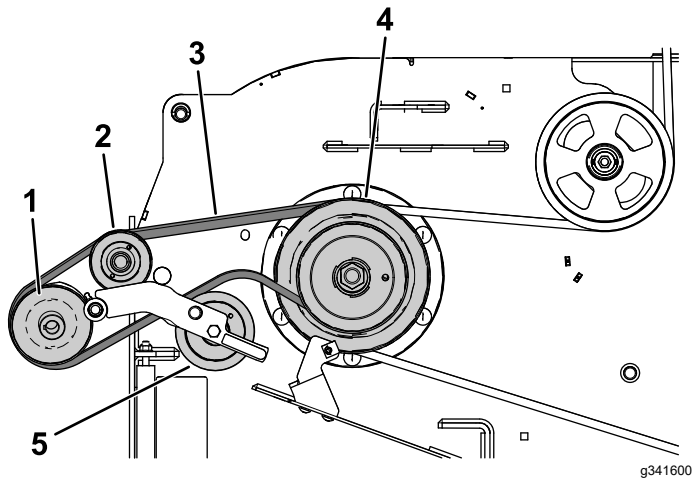

Figura 10
- Enrute la correa por debajo de la polea tensora (Figura 10).
- Retire la correa de la polea motriz (Figura 10).
1. Alinee la correa del soplador alrededor de la polea del soplador (Figura 10).
4. Enrute la correa provisionalmente por debajo de la polea tensora (Figura 10).
5. Pase la correa alrededor de la polea motriz (Figura 10).
7. Aparte la polea tensora tensada con muelle de la clavija fija del muelle, y pase la correa alrededor de la polea tensora (Figura 10).